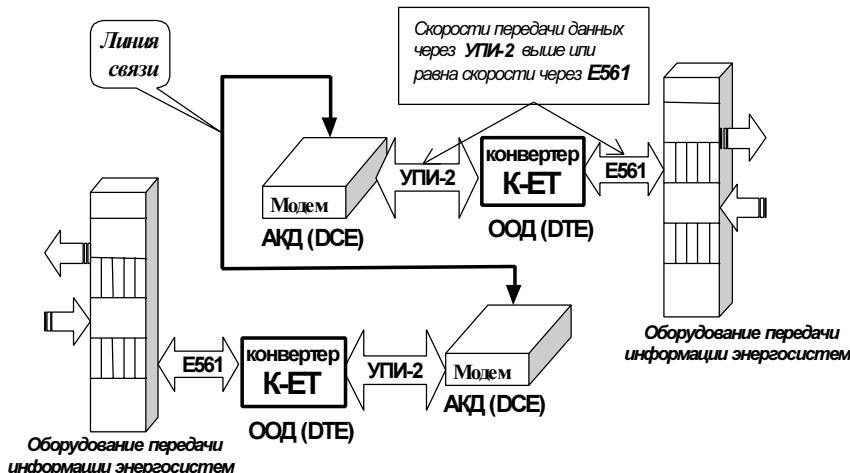

Рис. 2 Организация канала передачи данных для АКД (DCE)
На Рис. 2 приведен пример организации канала передачи данных с помощью конвертера и АКД (DCE) устройства. Подключение конвертера к АКД (DCE) обеспечивает интерфейс УПИ-2. Работа конвертера с АКД (DCE) устройством осуществляется только в режиме синхронного обмена. В качестве АКД (DCE) устройств, подключенных к конвертеру, на Рис. 2 изображены синхронные модемы, но могут быть иные устройства, например, мультиплексоры и т.п. Особенности реализации режима ООД (DTE) в конвертере изложены в П. 3.3.
- поскольку обмен данными через интерфейс УПИ-2 осуществляется фреймами, то на другом конце канала связи необходим такой же конвертер К-ЕТ, см. Рис. 2 на стр.6;